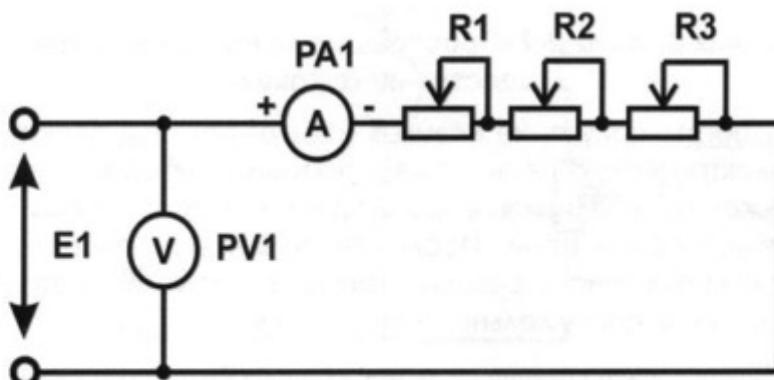

Рис. 3.1 Изучение линейной электрической цепи постоянного тока с последовательным соединением элементов.
3.1 Собрать линейную электрическую цепь постоянного тока с последовательным соединением элементов (рис. 3.1). Установить в соответствии номером варианта (табл. 3.1) величины номинальных сопротивлений резисторов R₁-R₃. На измерителе мощности (ваттметре) установить пределы измерений «1В...40В». Представить схему для проверки преподавателю.